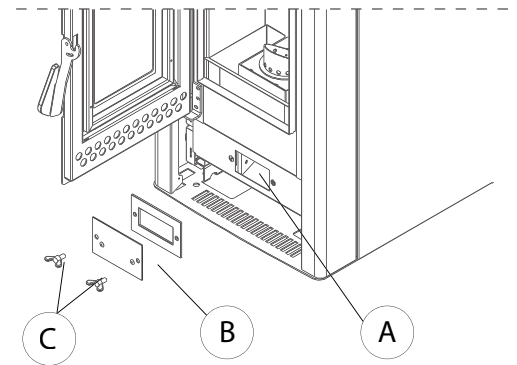

Fig. 6.1.2
- per un facile accesso alla cassa fumi (A) è sufficiente rimuovere il coperchio (B) agendo sulle due viti (C) (Fig. 6.1.2).